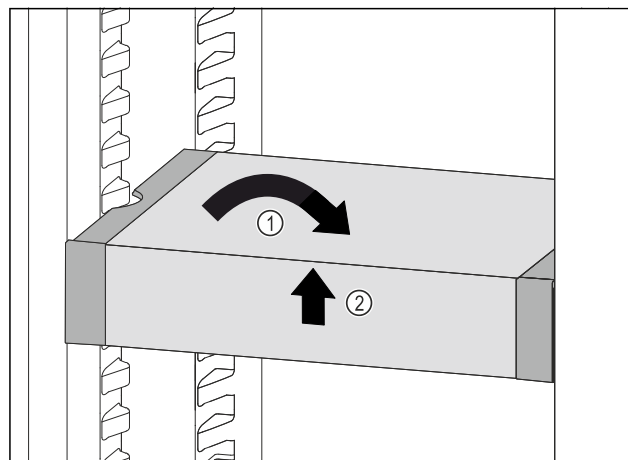

Fig. 125
- Vendosni drejt VarioSafe. Fig. 125 (1)
- Ngrini lart VarioSafe në pjesën përpara. Fig. 125 (2)